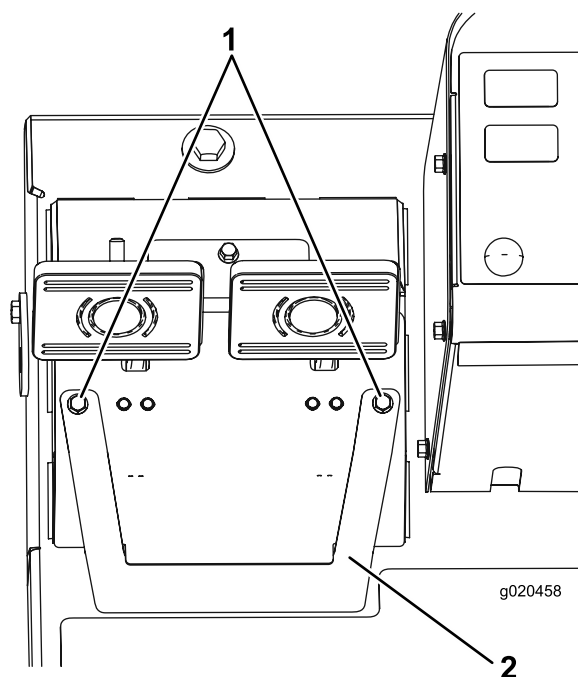

Figure 70
- A. Desserrez les 2 vis de montage et déposez le couvercle de réglage des freins (Figure 70).